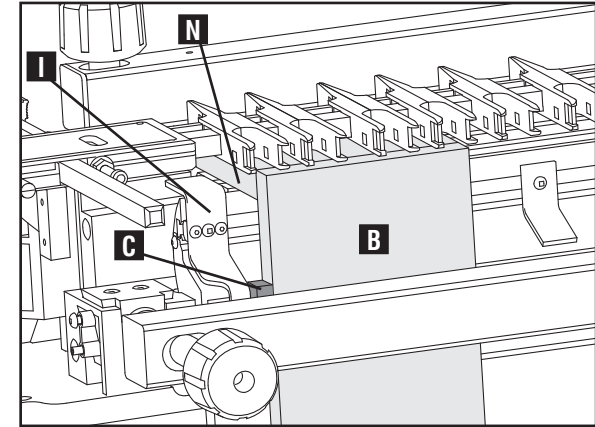

Fig. G9
2. Coloque las tablas de descarte: una se muestra en (N) Fig. G9 en posición horizontal y mueva la plantilla hacia abajo.
3. Coloque su bloque de instalación espaciador (C) Fig. G9 al ras de la guía de borde izquierda (I).
4. Coloque la tabla con cola (lado de la gaveta) (B) Fig. G9 en posición vertical alineada con el espaciador y hacia arriba contra la plantilla con la "superficie externa" junto a la horma.
5. Coloque la tabla de descarte horizontal (N) Fig. G9 hacia adelante contra el borde posterior de la tabla con cola (para reducir el desprendimiento).
Si está fabricando una gaveta con juntas semiciegas en todas las esquinas y desea conservar el mismo espaciado de la plantilla digital en toda la pieza, utilice el espaciador (C) Fig. G9 al cortar la tabla con espiga trasera. Al montar horizontalmente la tabla con espiga de la gaveta trasera, basta con desplazar la tabla con el espaciador entre la tabla y la guía de borde izquierda antes de ajustar la pieza de trabajo y realizar el corte.